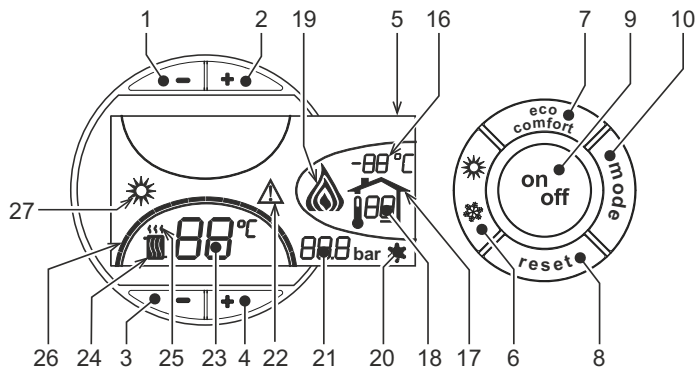
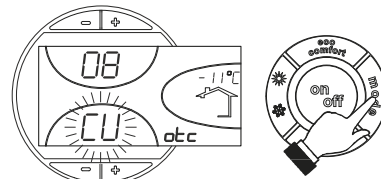
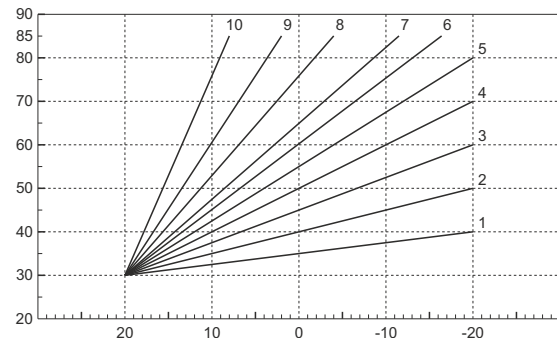
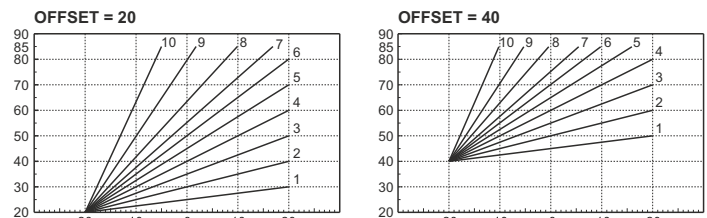

fig. 1 - Panel de control
fig. 9 - Curva de compensación
fig. 11 - Curvas de compensación
fig. 12 - Ejemplo de desplazamiento paralelo de las curvas de compensación
Pulsar la tecla **on/off** (9 - fig. 1) durante 1 segundo.
Se inhabilita el funcionamiento en calefacción. El sistema antihielo permanece operativo. Para volver a activar la caldera, pulsar nuevamente la tecla **on/off** (9 - fig. 1) durante 1 segundo.
- Pulsar la tecla ON/OFF (9 - fig. 1).
Pulsar la tecla **verano/invierno** (6 - fig. 1) 1 segundo.
En la pantalla se visualiza el símbolo Verano (27 - fig. 1): la caldera sólo suministra agua sanitaria. El sistema antihielo permanece operativo.
Para desactivar la modalidad Verano, pulsar nuevamente la tecla **verano/invierno** (6 - fig. 1) 1 segundo.
Mediante las **teclas** (3 y 4 - fig. 1) se puede regular la temperatura de la calefacción desde un mínimo de 30 °C hasta un máximo de 80 °C.
Mediante las teclas **-/+** (1 y 2 - fig. 1) se puede regular la temperatura del agua sanitaria desde un mínimo de 10 °C hasta un máximo de 65 °C.
Si está instalada la sonda externa (opcional), en la pantalla del panel de mandos (5 - fig. 1) aparece la temperatura instantánea medida por dicha sonda. El sistema de regulación de la caldera funciona con "Temperatura adaptable". En esta modalidad, la temperatura del circuito de calefacción se regula en función de las condiciones climáticas exteriores, con el fin de garantizar mayor confort y ahorro de energía durante todo el año. En particular, cuando aumenta la temperatura exterior disminuye la temperatura de ida a la calefacción, de acuerdo con una curva de compensación determinada.
Durante el funcionamiento con temperatura adaptable, la temperatura programada mediante las teclas de calefacción **-/+** (3 y 4 - fig. 1) pasa a ser la temperatura máxima de ida a la instalación. Se aconseja definir el valor máximo para que la instalación pueda regular la temperatura en todo el campo útil de funcionamiento.
Si se pulsa una vez la tecla **mode** (10 - fig. 1), se visualiza la curva actual de compensación (fig. 9), que se puede modificar con las **teclas del agua sanitaria** (1 y 2 - fig. 1). Seleccionar la curva deseada entre 1 y 10 según la característica (fig. 11). Si se elige la curva 0, la regulación con temperatura adaptable queda desactivada.
Si se pulsas las **teclas de la calefacción** (3 y 4 - fig. 1), se accede al desplazamiento paralelo de las curvas (fig. 12), modificable mediante las **teclas del agua sanitaria** (1 y 2 - fig. 1).
Al pulsar otra vez la tecla **mode** (10 - fig. 1) se sale de la modalidad de regulación de las curvas paralelas.
Si la caldera tiene conectado el reloj programador a distancia (opcional), los ajustes descritos anteriormente se gestionan según lo indicado en la tabla 1. Además, en la pantalla del panel de mandos (5 - fig. 1) aparece la temperatura ambiente actual medida por el reloj programador a distancia.
| Selección Eco/Comfort                           | Si se desactiva el funcionamiento en sanitario desde el menú del reloj programador a distancia, la caldera selecciona la modalidad Economy. En esta condición, la tecla 7 - fig. 1 del panel de la caldera está inhabilitada.Si se vuelve a activar el funcionamiento en sanitario con el reloj programador a distancia, la caldera se dispone en modo Comfort. En esta condición, con la tecla 7 - fig. 1 del panel de la caldera es posible pasar de una modalidad a otra. |